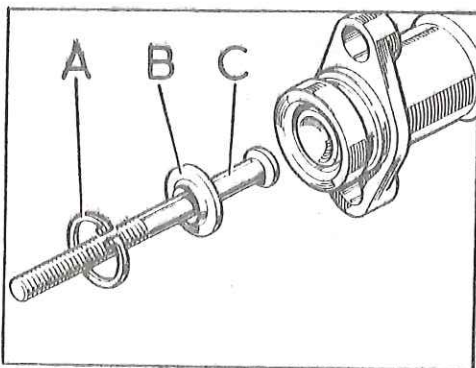

Fig. H-30 Fijaciones de la varilla de empuje
- 1.3. Extraer el arillo-retén, A (Fig. H-30), varilla de empuje, C y arandela-retén B.